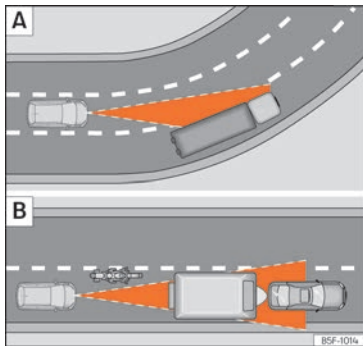

Fig. 183 A) Véhicule à l'abord d'un virage. B) Motocycliste circulant à l'avant hors du rayon d'action du capteur radar.
L'ACC pourrait ne pas détecter dans un virage le véhicule précédent, ou pourrait régler la distance par rapport à des véhicules qui se trouvent sur d'autres voie » » **fig. 183 A).**
- Véhicules circulant de manière non alignée ou en dehors de la zone de détection du capteur, par exemple, des motos. » » **fig. 183 B)**